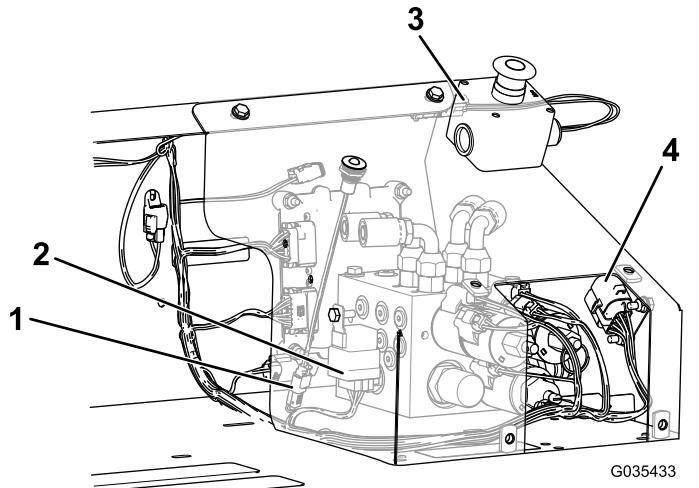

图19
10. 如图19所示将电气停止按钮连接件、继电器连接件、诊断灯连接件和保险丝连接入适当的适配器。